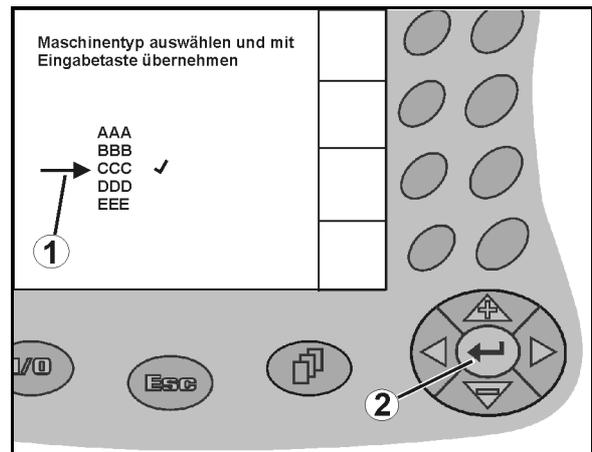

Fig. 13
1.  Positionnement de la flèche de sélection (Fig. 13/1).
2.  Validation de la sélection (Fig. 13/2).